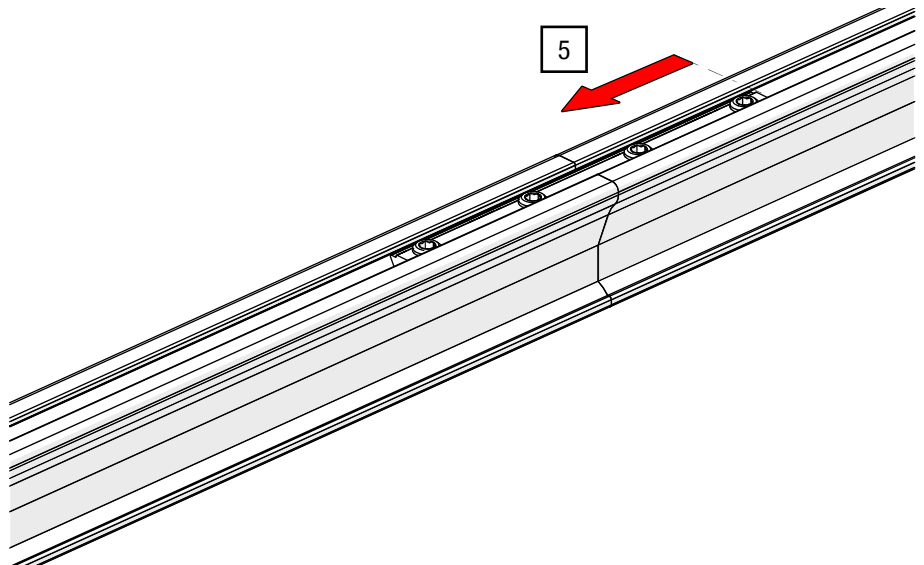

Abb. 20: Schienenverbinder – auf Schienenteilen positionieren
5. Verschieben Sie den Schienenverbinder mittig auf die beiden Schienenteile (siehe Abb. 20).